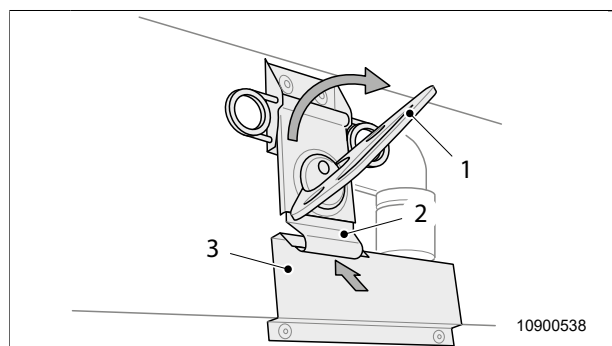

Fig. 44 Cerrar el cierre giratorio
8. Retener el techo abatible en el lado derecho e izquierdo con el cierre giratorio (Fig. 44):
- Desplegar la empuñadura (Fig. 44, pos. 1) del cierre giratorio.
- Enganchar el gancho móvil (Fig. 44, pos. 2) del cierre giratorio en la pieza fija opuesta (Fig. 44, pos. 3).